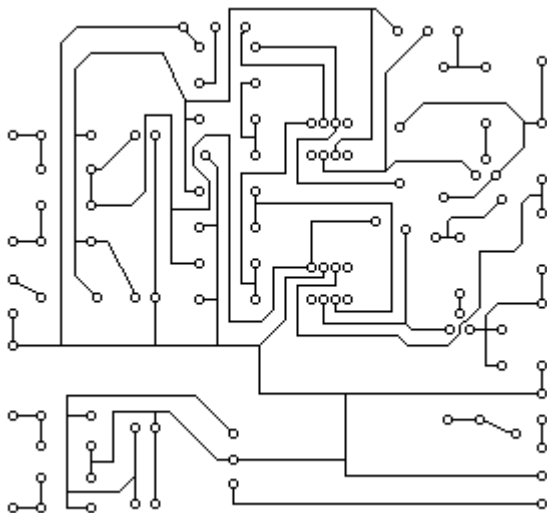

Figura 2 – Papel vegetal de cima: Apenas os PADs e trilhas (já elaboradas)
- No vegetal de cima, desenhe as trilhas ou ligações entre os Pads de acordo com o seu projeto (Figura 2);
- Apenas o papel vegetal com as trilhas e PADs (**Figura 2**), **será usado para a confecção da PCI**;
- Coloque um carbono sobre o cobre e o papel vegetal da Figura 2 sobre o carbono. Em seguida refaça todos os traços sobre o papel vegetal (na verdade, nas costas do papel vegetal). Ao final, deverá ser reproduzida a figura 2 sobre o cobre;